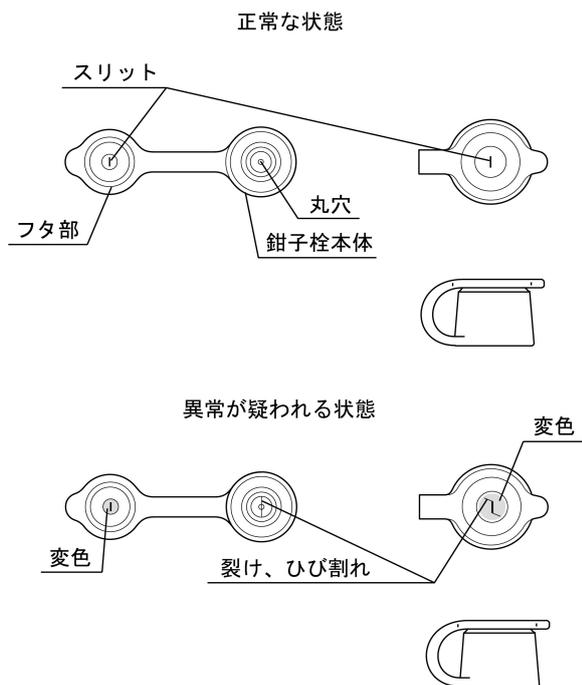

図3
- 11.鉗子栓のフタ部のスリットまたは鉗子栓本体の丸穴に裂け、ひび割れ、変形、変色などの異常がないことを目視で確認すること（図3参照）。